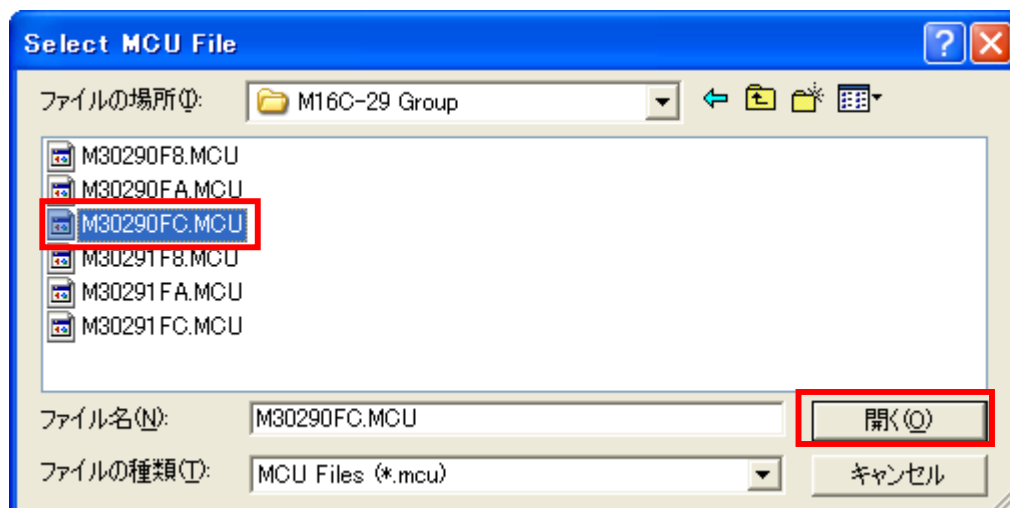

図 6-15 MCU file 画面
2) 次に図 6-15の画面が開きます。ターゲット MCU の”M30290FC.MCU”を選択してください。